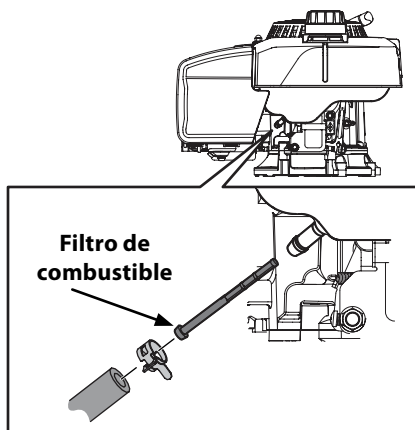

Figura 6-5
2. Quite la c-abrazadera de la línea de combustible y quite la línea de combustible de la salida de tanque. Vea la Figura 6-5.
4. Agarre el nuevo filtro de combustible a partir del final llevado a hombros e insértelo completamente al hombro en la salida de tanque. Ver la inserción de la Vea la Figura 6-5.